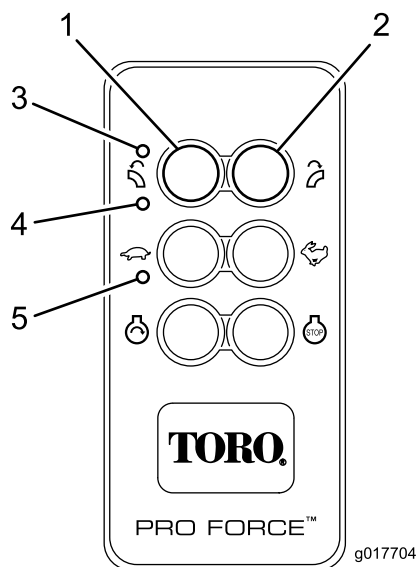

Figura 15
O comando à distância activa (liga) quando é pressionado qualquer botão. Os LEDs TX e RX a piscar indicam que o comando à distância está activo e a comunicar com a unidade base. Para conservar a energia da bateria, o comando à distância permanece activo durante cerca de três (3) segundos antes de automaticamente desligar excepto se existir actividade nos botões dentro desses três segundos. Quando a unidade atinge o tempo limite e desliga, toda a actividade dos LEDs do comando à distância pára (Figura 15). Pressionar qualquer botão vai reactivar o comando à distância